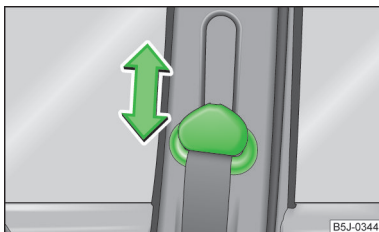

Fig. 7
- Apăsați armătura de ghidare și împingeți în direcția dorită, înspre în sus, sau înspre în jos » fig. 7.